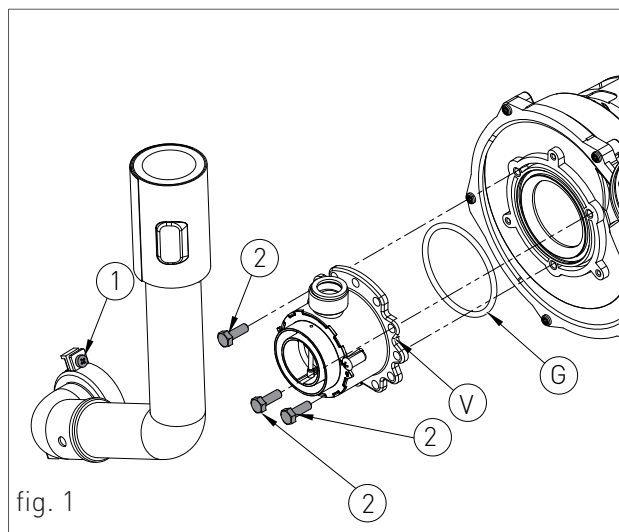

fig. 1
- › Deșurubați cele două șuruburi, 1 "(fig.1) de pe bucșa de fixare și îndepărtați tubul de aspirație a aerului;
- › Deșurubați cele trei șuruburi de fixare, 2 "(fig.1) ale venturii, V "(fig.1) cu ajutorul unei chei de 10, așa cum se arată în figura 2;
- › Remontați componentele în urma operațiunilor de demontare în sens invers, asigurați-vă că garnitura, G "este reasamblată, așa cum se arată în fig.1;